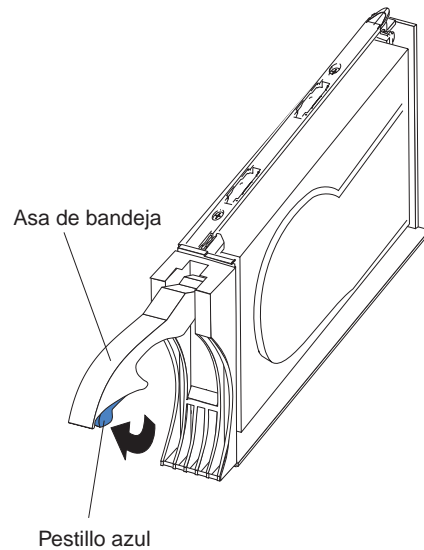

Figura 37. Pestillo de la CRU de la unidad
- b. Tire del asa de la bandeja hacia fuera para que quede en posición abierta, tal como se muestra en la Figura 37.
- a. Presione en el interior de la parte inferior del asa de la bahía para liberar el pestillo azul, tal como se muestra en la Figura 37 en la página 45.